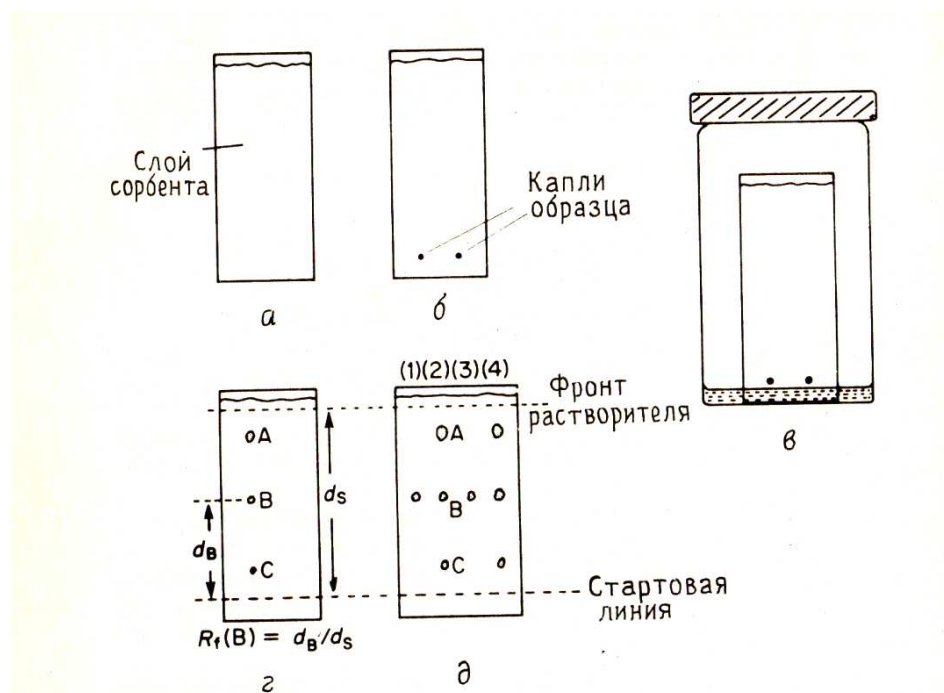

Рис.8. Тонкослойная хроматография.
Разделение проводят на плоской пластинке, покрытой тонким слоем сорбента - силикагелем или оксидом алюминия (Рис.8,а) Разделяемую смесь, растворенную в соответствующем растворителе, наносят в виде капель на пластинку (Рис.8,б) и после испарения растворителя помещают пластинку в проявительную камеру (Рис.8,в), в которую налито немного растворителя. Растворитель поднимается по слою сорбента под действием капиллярных сил. При этом различные соединения, находящиеся в смеси, поднимаются с разными скоростями в зависимости от их сродства к сорбенту. По достижении растворителем верхнего слоя сорбента соединения в идеальном случае должны полностью разделиться (Рис.8,г). Процесс разделения - это одна из форм жидкостно-адсорбционной хроматографии.
Пластинки для ТСХ состоят из подложки обычно стекла, а иногда пластмассы или толстой алюминиевой фольги, на которую нанесен тонкий слой сорбента толщиной примерно 0,25 мм (Рис.8,а). Сорбентом обычно служит либо силикагель, либо оксид алюминия с размером частиц до 30 мкм, к которым добавлено связующее (до 10% гипса или крахмала), обеспечивающее прочность слоя. Пластинки бывают двух основных типов: многоцветного использования и одноразовые.
Место нанесения капель в зависимости от растяжения размера пластинки должно быть на расстоянии 1 см от нижнего края на больших (5 x 20 см) пластинках и около 5 мм на маленьких одноразовых пластинках. Важно также наносить капли достаточно далеко от нижнего края (Рис.8,б и в), чтобы они не погружались в проявляющий растворитель. Перед нанесением образца заполните капилляр, погрузив его конец в раствор (капилляр заполняется раствором под действием капиллярных сил), затем слегка прикоснитесь заполненным кончиком к сорбенту, стараясь при этом не повредить его поверхности, чтобы не вызвать некоторого искажения капли при проявлении хроматограммы. Важно наносить как можно более
Меры безопасности. В этой операции обычно используются летучие легковоспламеняющиеся растворители, поэтому ее нужно проводить вдали от источников возгорания предпочтительно в вытяжном шкафу. Хроматограмму проявляют погружением нижнего края пластинки в проявляющий растворитель в сосуде соответствующего размера (Рис.8,в). Большие пластинки проявляют в специальных камерах (20 x 5 см), а маленькие - в широкогорлых бутылках с завинчивающимися крышками. Камеру изнутри следует частично выложить фильтровальной бумагой, которая погружалась бы в растворитель, чтобы создать атмосферу, насыщенную парами растворителя, и свести к минимуму испарение с пластинки. При проявлении хроматограммы сначала залейте в банку столько растворителя, чтобы пятно образца оказалось над его поверхностью, а затем опустите в банку пластинку, стараясь расположить ее вертикально.
Какой бы метод ни использовался для визуализации, положение пятен для проведения дальнейших измерений необходимо пометить карандашом или шпателем (Рис.8,г).
При конкретном наборе условий (сорбент и растворитель) характеристикой соединения является значение R_f (Рис.8,г). Таким образом, идентичность значения R_f соединения, находящегося в смеси, со значением R_f "подлинного" образца (вещества сравнения) дает полное основание считать, что они одинаковы (см. предостережение ниже). Поскольку сорбенты различны, а состав смеси растворителей трудно воспроизвести точно, необходимо доказать, что значения R_f одинаковы. Для этого хроматографируют смесь и вещество сравнения рядом друг с другом на одной и той же пластинке или добавляют небольшое количество
вещества сравнения к отдельной пробе смеси, чтобы удостовериться в точном совпадении пятен. На Рис.8,д (1) и (3) - вещество сравнения В, (2) - смесь, а (4) - смесь плюс вещество сравнения.